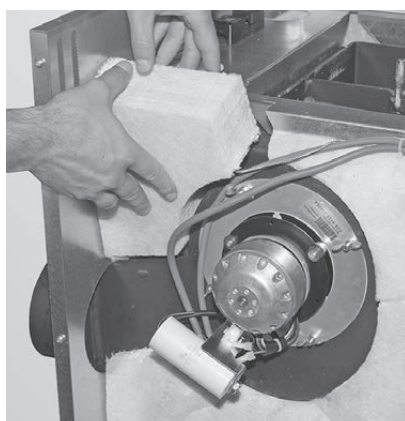

Fig. 36 Applicare l'isolamento (incluso, posto di lato sotto il ventilatore gas combusti)
- ▶ Infilare l'isolamento (incluso, posto di lato sotto il ventilatore gas combusti) in alto in corrispondenza del bocchettone dei gas combusti – Fig. 36.